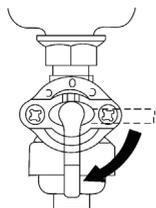

Рис. 5
1. Переведите топливный кран в положение **«Открыто»**. (Рис. 5)